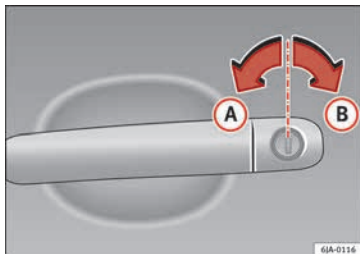

Abb. 120 Positionen des Schlüssels bei Verriegelung und Entriegelung des Fahrzeugs
- Drehen Sie den Schlüssel im Schließzylinder der Fahrertür in Fahrtrichtung bis zur Öffnungsposition  »» Abb. 120.
- Drehen Sie den Schlüssel im Schließzylinder der Fahrertür gegen die Fahrtrichtung bis zur Schließposition  »» Abb. 120.